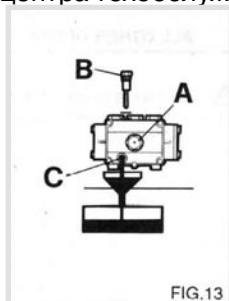

FIG.13
Периодически производите проверку уровня масла в насосе через смотровое окошко (рис. 13А) или щуп (рис. 13В). Если цвет масла изменился на бело-молочный, немедленно вызовите специалиста центра техобслуживания. Рекомендуется производить замену масла со
- 1) Отверните сливную пробку в днище насоса (рис. 13 С)
- 2) Отверните пробку с контрольным щупом (рис. 13)